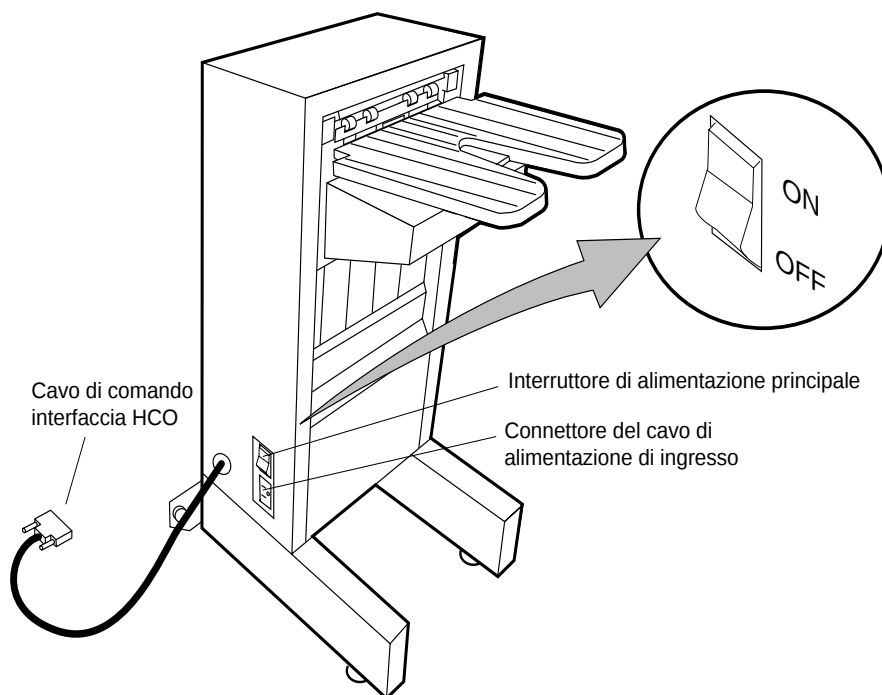

Figura 1-9 Raccoglitore ad alta capacità
La stampante D640 può impilare la carta sul raccoglitore ad alta capacità opzionale (HCO) (mostrato nella Figura 1-9), che contiene fino a 2000 fogli. L'HCO utilizza un cassetto di alimentazione standard che può essere inserito in qualsiasi presa a muro standard da 120 VCA o 240 VCA (a seconda della versione di HCO). Il raccoglitore ad alta capacità è collegato meccanicamente ed elettricamente alla stampante. L'alimentazione è gestita dall'interruttore di alimentazione principale, che normalmente viene lasciato nella posizione di accensione (ON).